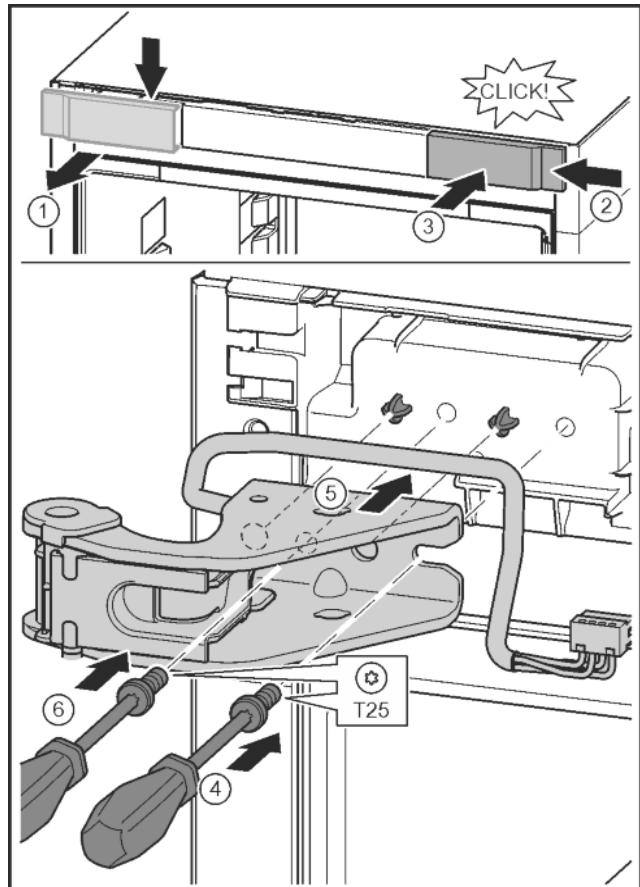

Fig. 27
- Отпустить крышку и снять сбоку. Fig. 27 (1)
- Навесить крышку, повернув ее на 180°, справа с другой стороны. Fig. 27 (2)
- Крышку зафиксировать. Fig. 27 (3)
- Установить винт отверткой T25. Fig. 27 (4)
- Установить верхний опорный кронштейн. Fig. 27 (5)
- Затянуть винт. Fig. 27 (4)
- Вставить и затянуть винт отверткой T25. Fig. 27 (6)